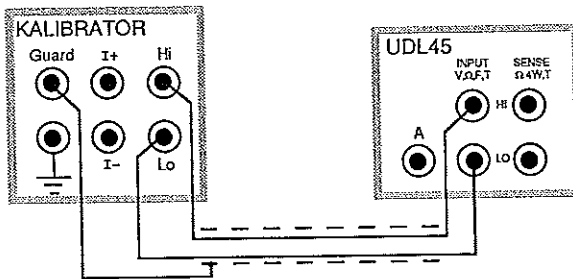

Bild 6-8 Anschluß des Kalibrators für AC/DC-Spannungen, Widerstände (Zweidraht) und Frequenz
- b) Kalibrator wie in Bild 6-8 mit geschirmten Kabeln anschließen.
- c) Kalibrator wie in Bild 6-8 mit geschirmten Kabeln anschließen.